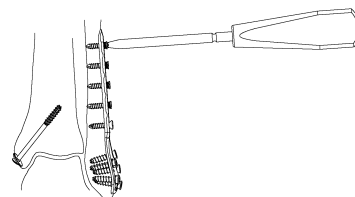

図 33
- 1) 4.0 ロッキングキャニュレイテッドキャンセラスクリュー及び 4.0 キャニュレイテッドキャンセラスクリューを, 六角 2.5 ドライバーを用いて抜去します。3.5 ロッキングスクリュー及び 3.5 コーティカルスクリュー (S) を, ヘクスローブ 15 ドライバーを用いて抜去します。(図 33) 抜去時に生じるプレートの回旋を防ぐため, 抜去時は, すべてのスクリューを完全に抜去する前に一度緩めた状態にし, 順次スクリューを抜去します。